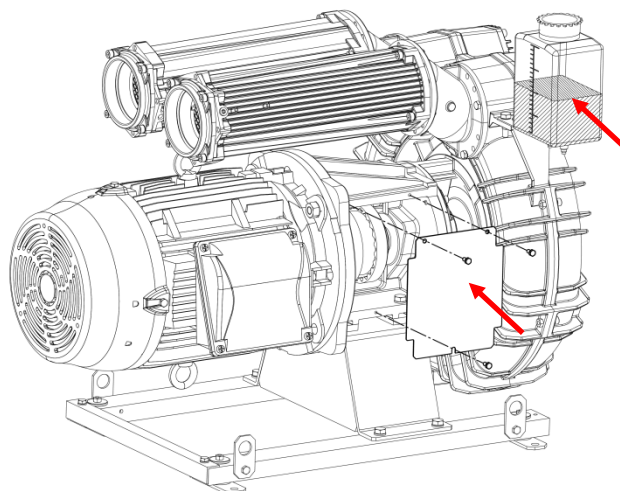

Fig. 6.2
1. Rimuovere le viti ed il coprigiunto (Fig. 6.2).